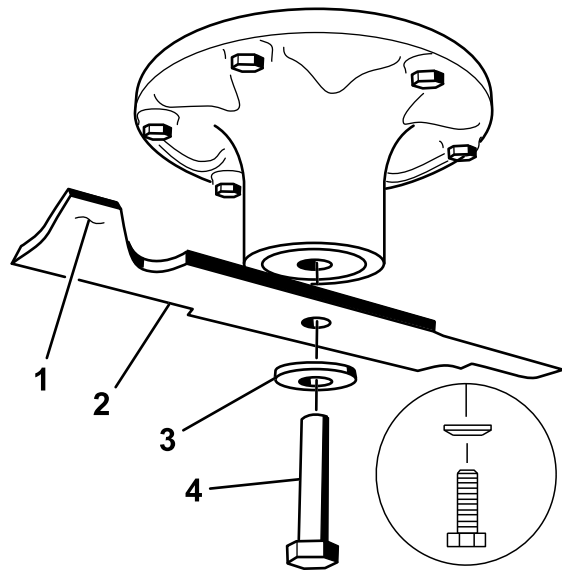

図 77
2. スピンドルのシャフトからブレードボルト、湾曲ワッシャ、ブレードを取り外す(図 77)。